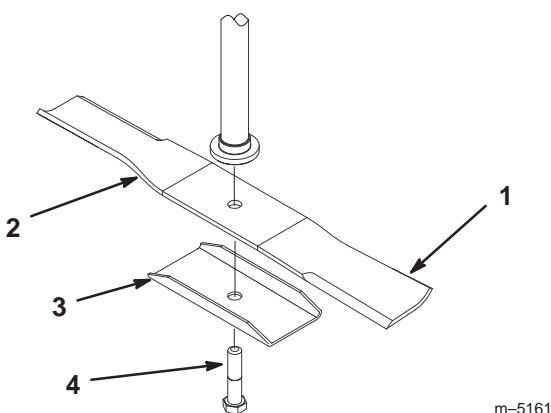
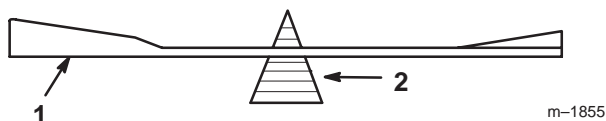

Figure 35
Figure 37
Tenez la lame à son extrémité avec un chiffon ou un gant épais. Enlevez de l'axe le boulon de lame, le renfort et la lame (Fig. 35).
2. Vérifiez l'équilibre de la lame en la plaçant sur un équilibreur (Fig. 37). Si la lame reste horizontale, elle est équilibrée et peut être utilisée. Si la lame est déséquilibrée, limez un peu l'extrémité de la partie incurvée seulement (Fig. 35). Répétez la procédure jusqu'à ce que la lame soit équilibrée.
1. Placez la lame sur l'axe (Fig. 35).
2. Installez le renfort et le boulon de fixation (Fig. 35). Serrez le boulon de lame à 108–136 Nm (80–100 pieds-livre).